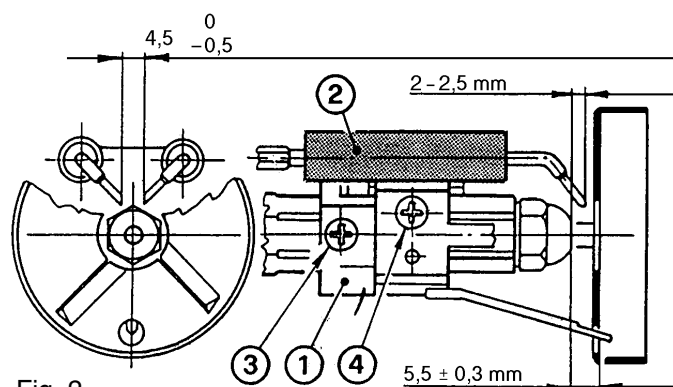

Fig. 2
Monter flammeholderbraketten (1) på dysestokken, og fest den med skruen (3). For videre justering av elektrodene, løsne skruen (4) og sett elektrodene (2) i riktig posisjon (se fig. 2).